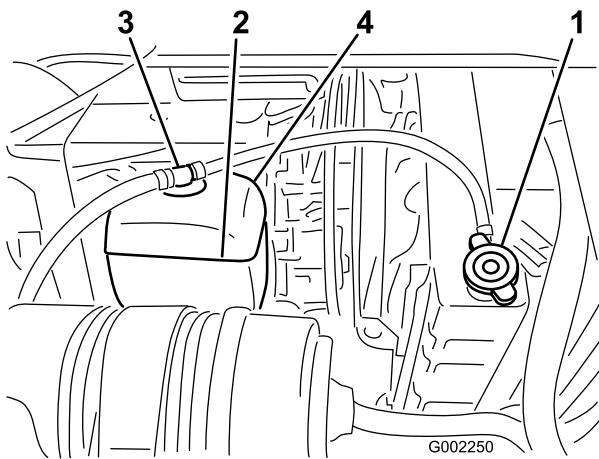

図 54
2. エンジンが十分に冷えているのを確認してラジエーターのキャップを開ける (図 54)。